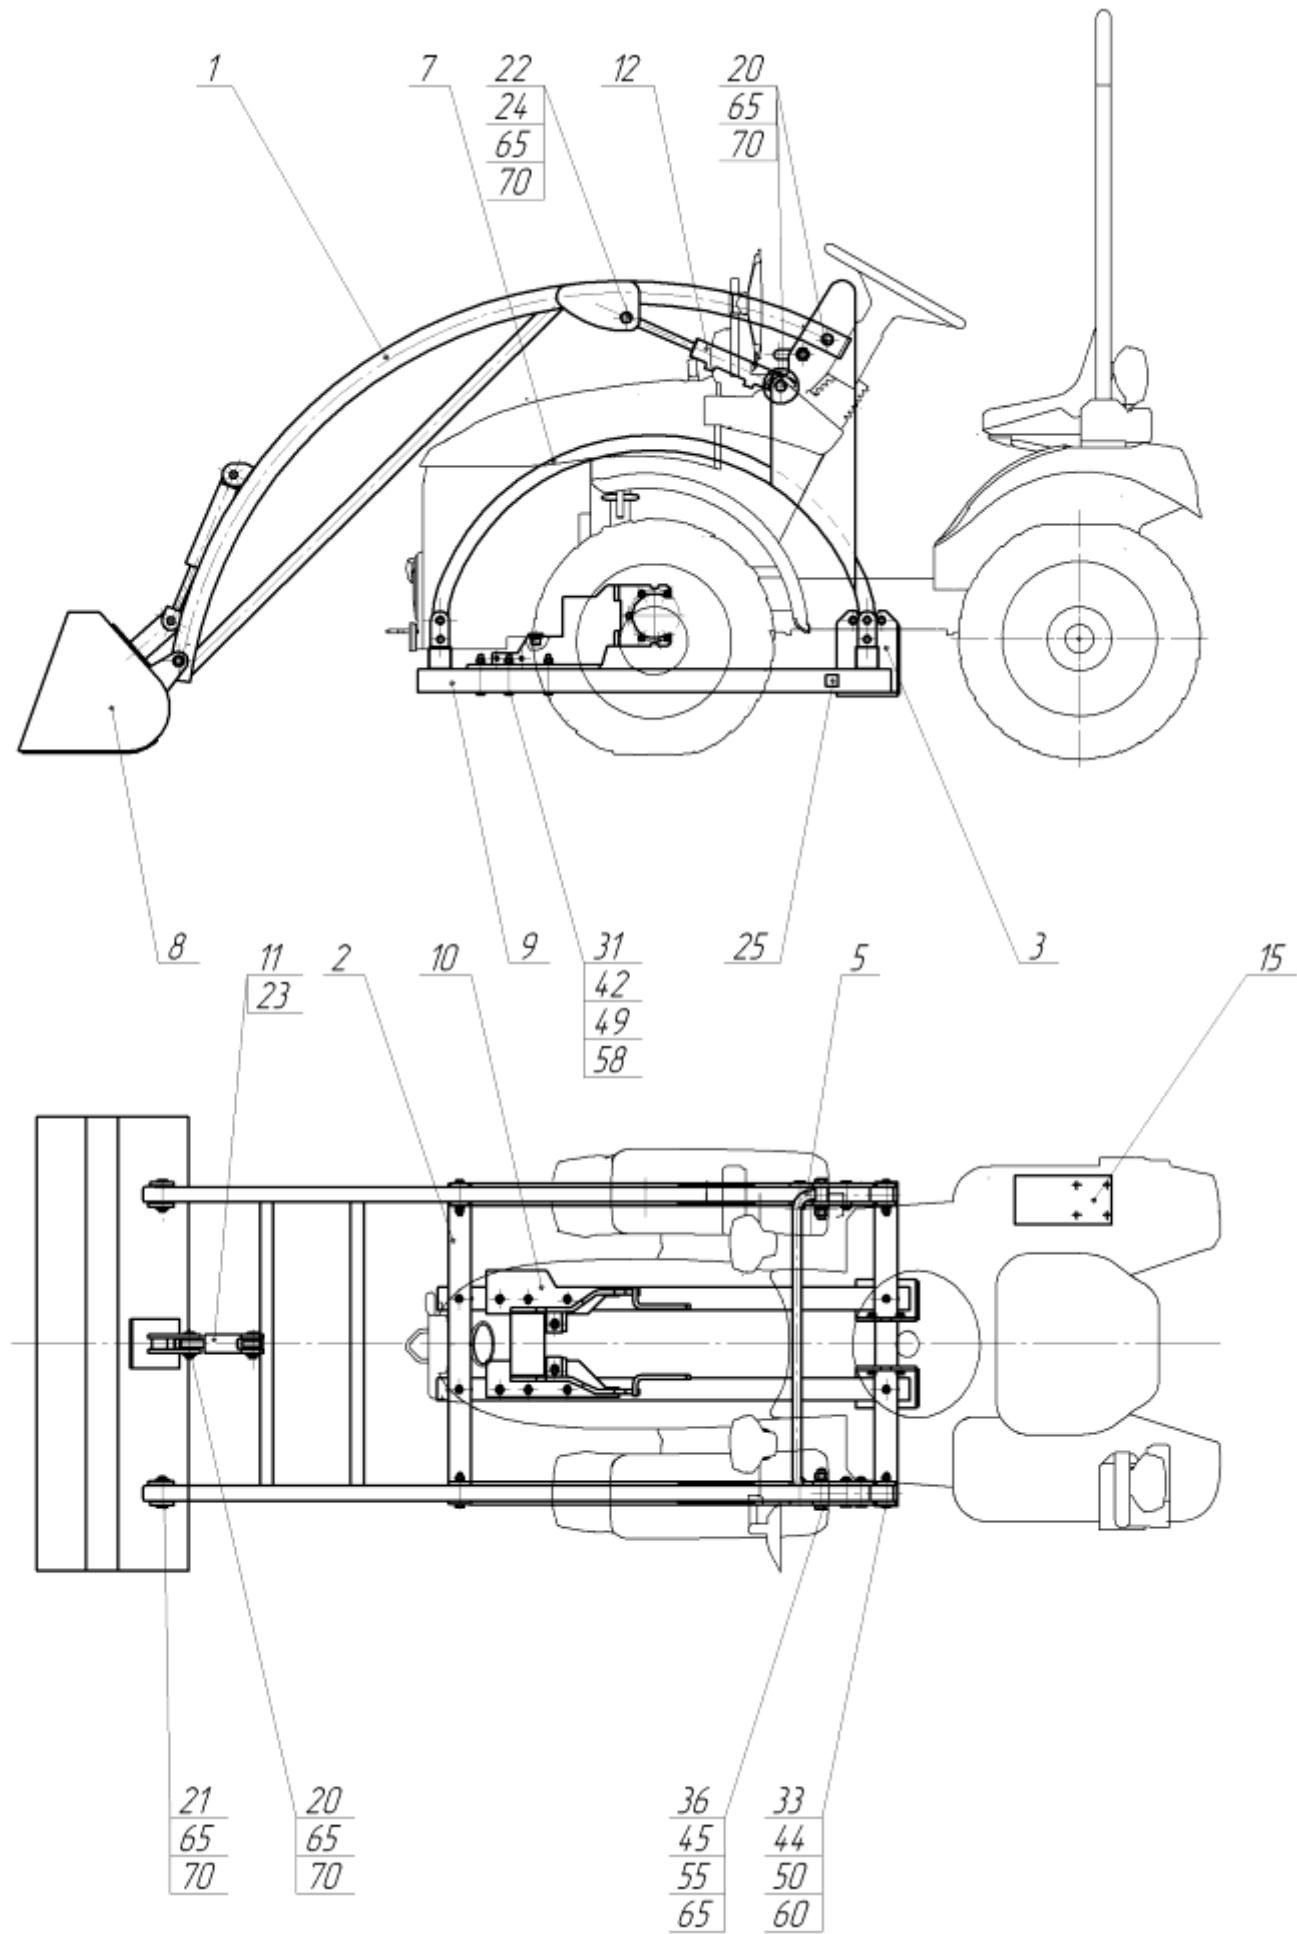

Рисунок 2 – Оборудование погрузочное ОП152
2.1.1 Установку сборки кронштейнов 10 (рисунок 2) произвести, совместив крепежные отверстия сборки кронштейнов 10 с отверстиями крепления конечной передачи к корпусу трансмиссии, зафиксировав болтами M10 из комплекта запасных частей погрузочного оборудования, а также винтами M16 к корпусу масляного насоса.